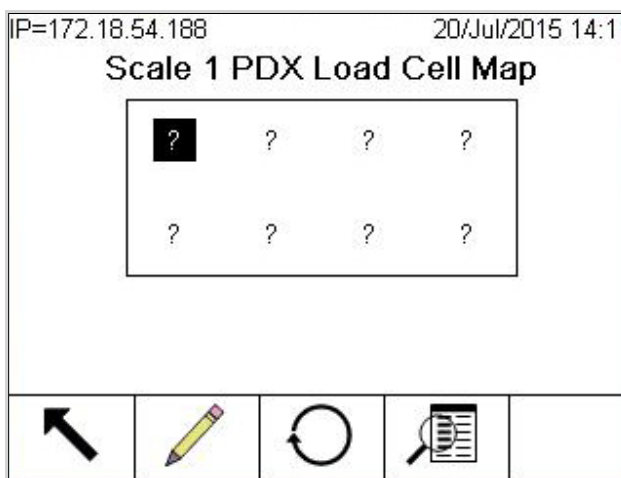

Figura 3-166: Visualizzazione mappa POWERCELL
La Figura 3-166 mostra una mappa POWERCELL. Prima che la mappatura venga realizzata, ciascun indirizzo della cella compare come un "?" e l'elenco di cablaggio sotto al diagramma è vuoto. L'immagine della piattaforma include il numero di celle di carico specificato nelle impostazioni seguenti: **Bilancia n > Tipo > N. di celle carico**. Utilizzare i tasti di navigazione per passare da una posizione della cella alla successiva all'interno del diagramma.
Nota: la posizione di ciascuna cella in una piattaforma è designata in maniera alfabetica, al fine di differenziarla dal valore numerico dell'indirizzo. La Figura 3-167 mostra le posizioni alfabetiche delle 14 celle di carico. Nell'esempio mostrato nella Figura 3-166, viene utilizzata solo le prime otto posizioni.
4. Utilizzare i tasti direzionali per selezionare la cella alla quale è collegato il cavo home run (la seconda della riga inferiore della Figura 3-166) e premere il softkey MODIFICA. Verrà visualizzata la schermata Modifica nodo (Figura 3-168).